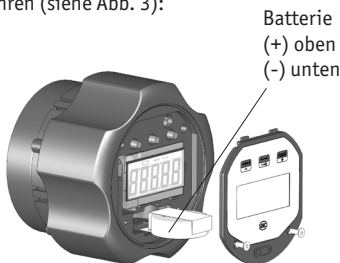

Abb. 3: Batteriewechsel
- Achten Sie beim Einsetzen der Batterie auf die richtige Polung (siehe Abb. 3). Bei falscher Polung geht die Programmierung verloren.
Zum Wechsel der Batterie folgende Schritte durchführen (siehe Abb. 3):